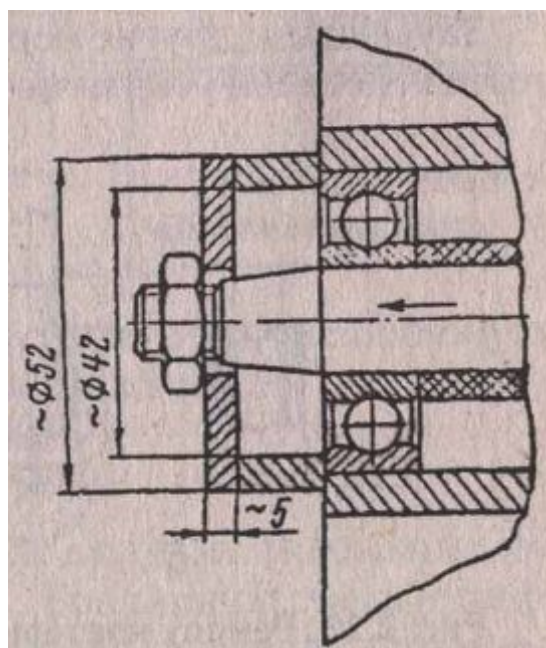

Рис. 2.19. Допрессовка коленчатого вала.
2. Произвести предварительную запрессовку коленчатого вала в левую половину картера, установить сальник, распорную втулку, наружный подшипник. Допрессовать при помощи оправки (см. рис. 2.19) коленчатый вал до упора в кольцо внутреннего подшипника.